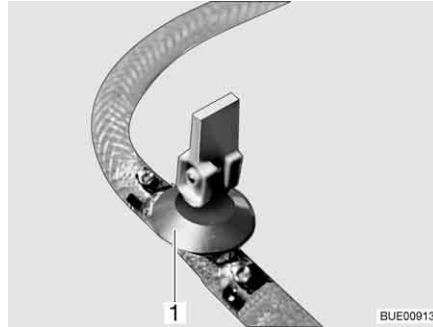
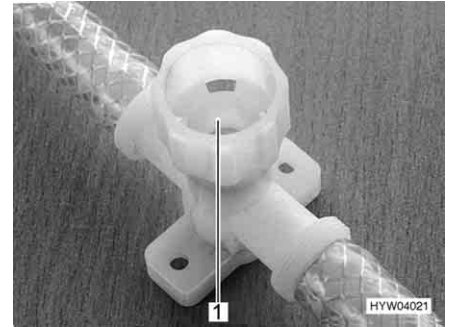

Fig. 207 Robinet de vidange (avec levier à bascule)
Fig. 208 Robinet de vidange (avec capuchon tournant)
- Fermer tous les robinets de vidange. Placer pour ce faire le levier à bascule (Fig. 207, 1) à l'horizontale ou faire tourner le capuchon du robinet de vidange (Fig. 208, 1) dans le sens des aiguilles d'une montre.